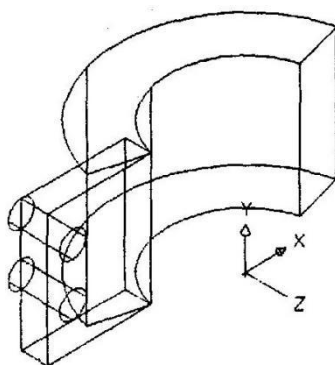

图 11-40 复制孔圆柱体
13、按 Enter 键, 复制的圆柱体效果如图 11-40 所示。